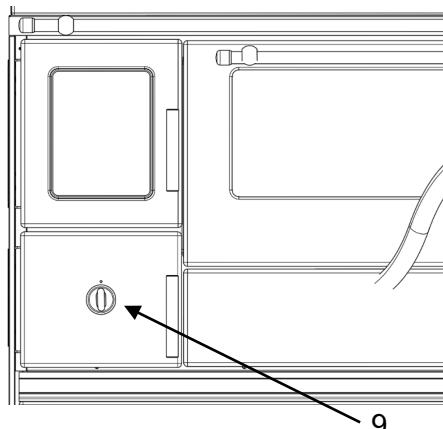
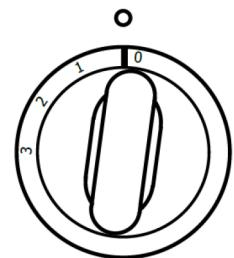

Bild 4
Bild 4a
Die Verbrennungsluft wird durch den Primärluftregler an der Aschentür (Bild 4, Position 9) reguliert. Der Primärluftregler sollte wie in Abbildung 4a dargestellt eingestellt werden. Das Zeichen an der Aschentür zeigt die Öffnungs- und Schließrichtung des Reglers an. Die Markierung auf dem Knopf steht für eine 1 mm geöffnete Position und ist für den Normalbetrieb vorgesehen (siehe auch Kapitel 4.2).
- Primärluftregler auf höchsten Lufteinlass öffnen (Bild 4, Position 9)